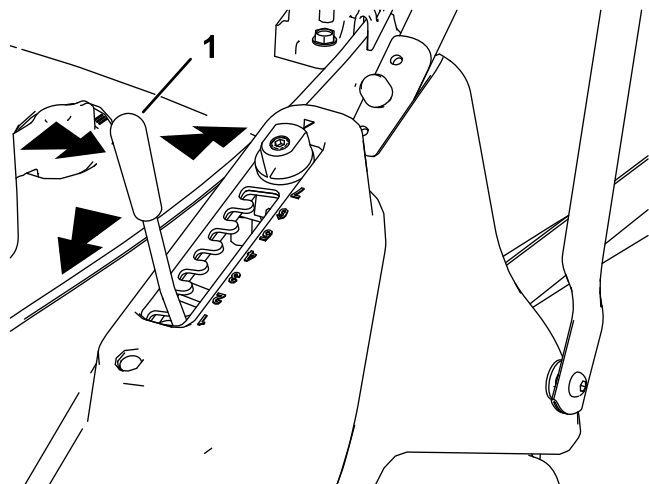

図 12
1. 刈高レバーを握り、横方向に引いて固定ノッチから外す 図 12。
2. レバーを前方に倒すと刈高が下がり、後方に引くと刈高が上がる 図 12。
3. 希望位置でレバーから手を離し、レバーが自動的にロック位置1-7のノッチのうちのひとつに固定されたことを確認する 図 12。